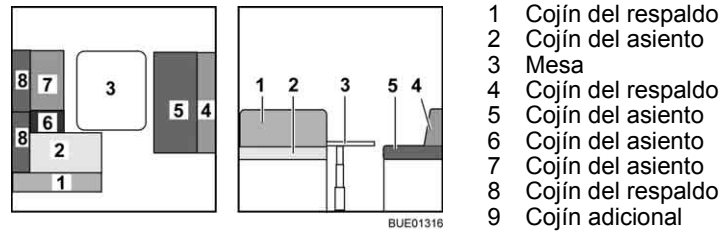

Fig. 146 Antes de la transformación
- Transformar la mesa (Fig. 146,3) en base de cama (véase apartado 6.11).
- Quitar los cojines del respaldo (Fig. 146,1, 4 y 8) y ponerlos a un lado.